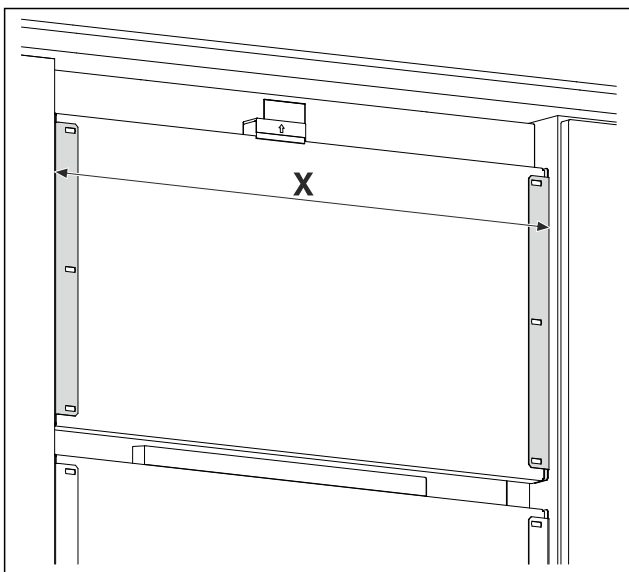

Fig. 18 Beispielhafte Darstellung
- ▶ Abstand Fig. 18 (X) zwischen den Außenkanten der Haltewinkel messen.